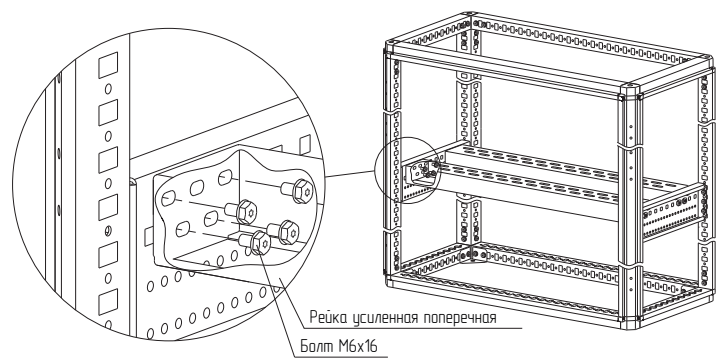

Рисунок 40
4.22.3 Установить рейку усиленную поперечную между реек усиленных боковых и закрепить болтами М6 × 16 (рисунок 40).